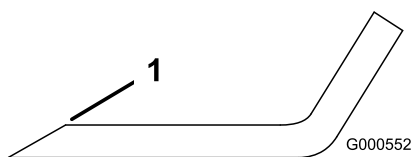

Figura 82
1. Affilate i taglienti da entrambe le estremità della lama con una lima (Figura 82).
Nota: Se la lama non è bilanciata, limate del metallo soltanto dalla costa (Figura 82).